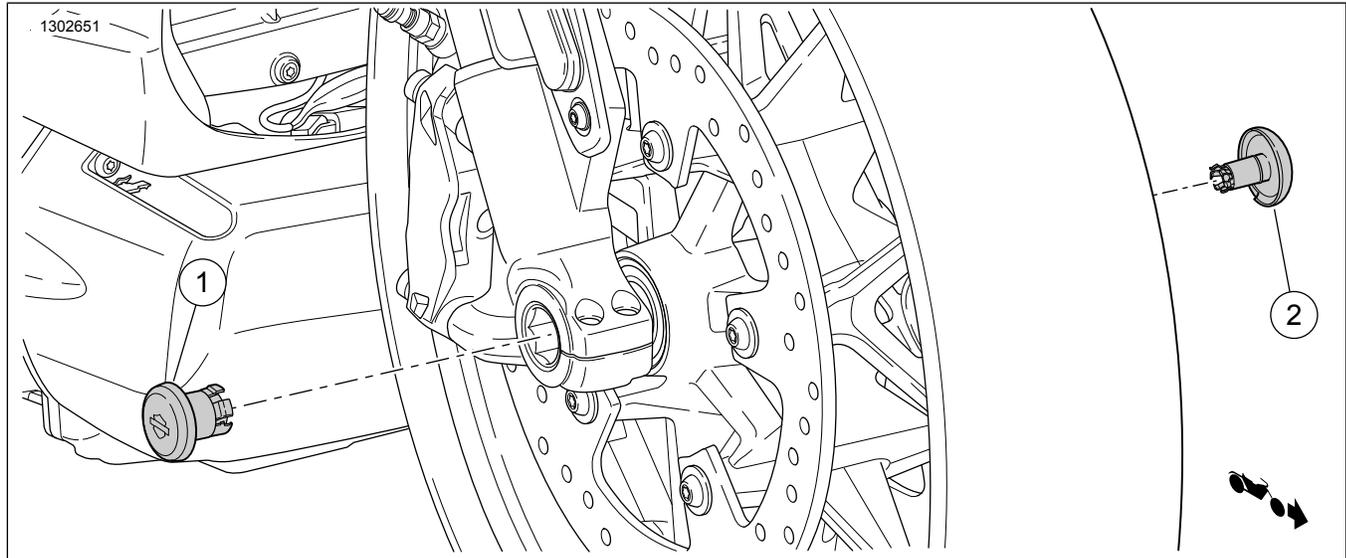

Figura 1. Contenuto del kit: Coperchi dell'asse
1. Vedere Figura 1 Aprire i Ricambio originale (Componente originale) copriasse (1, 2).
1. Vedere Figura 1 Montare il **nuovo** copriasse laterale (esagonale) (1).
2. Vedere Figura 1 Installare il **nuovo** coperchio (circolare) laterale dell'asse (2).